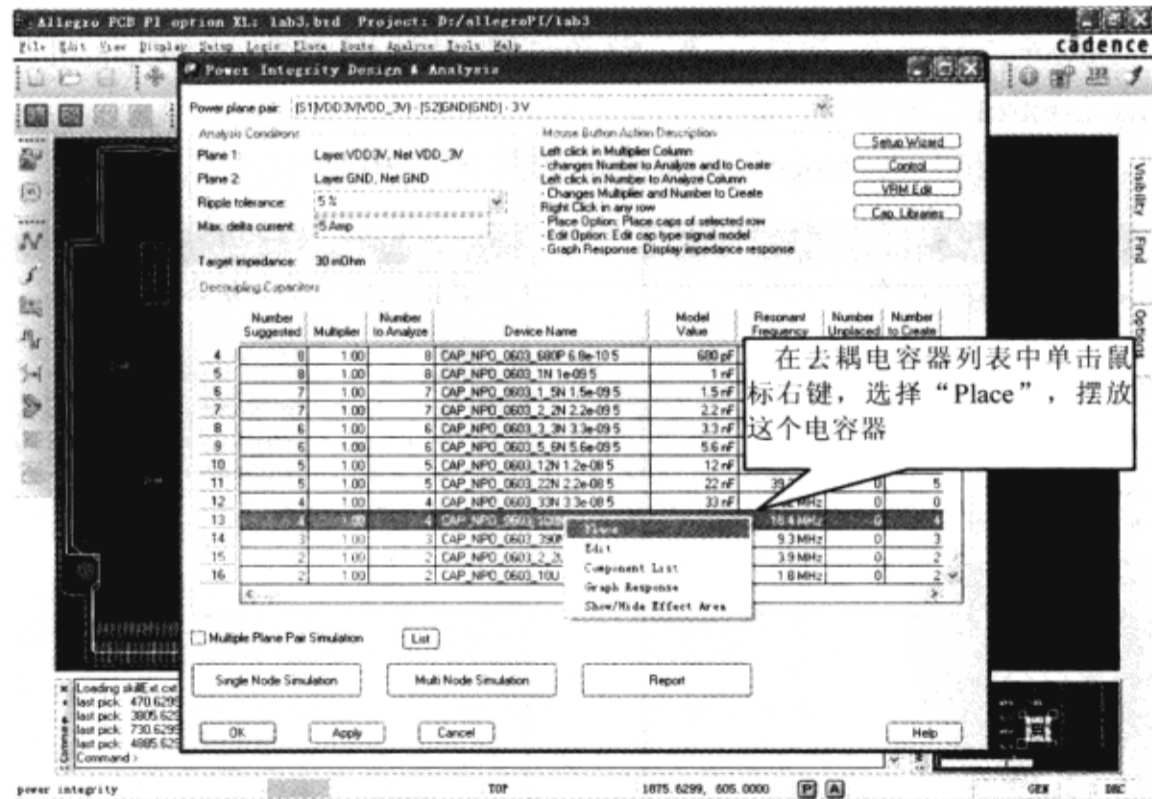

图 9-7-38 摆放去耦电容器
(4) 在去耦电容器列表的第 13 行（电容器 CAP\_NPO\_0603\_100N 所在行）单击鼠标右键，在弹出的菜单中选择“Place”，如图 9-7-38 所示。